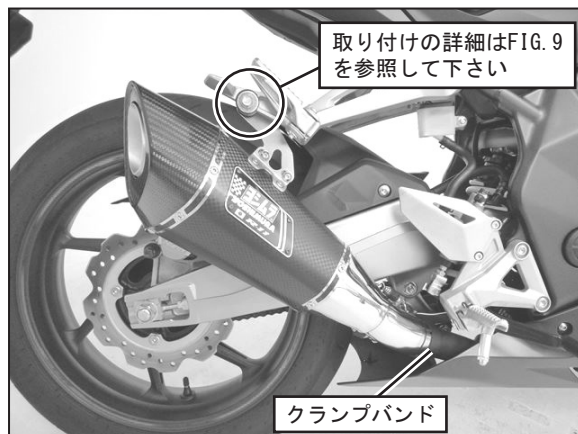

FIG. 7
(FIG. 7, 8 参照)
9. ③サイレンサーステーを純正ボルト、純正ワッシャ、純正ナットを使用して車両のタンデムステップブラケットに仮締めして下さい。(FIG. 7, 9 参照)